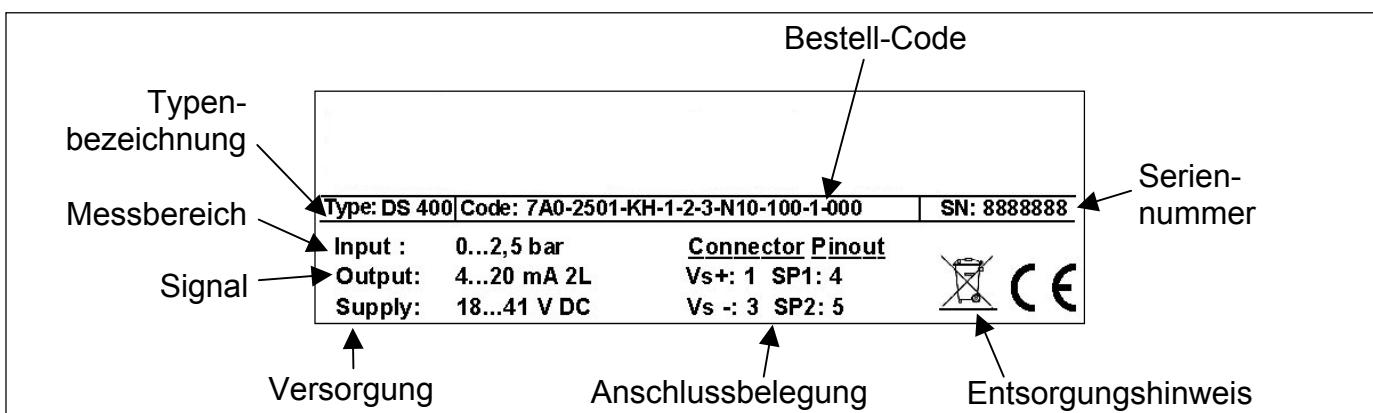

Abb. 1 Typenschild DS 400
- Vergewissern Sie sich, dass Ihr Gerät als Sonderausführung für Sauerstoff-Anwendungen bestellt und entsprechend geliefert wurde. Am einfachsten können Sie dies anhand des Typenschildes überprüfen (vgl. Sie hierzu Abb. 1). Endet Ihr Bestellcode mit den Ziffern "007", ist Ihr Gerät für die Sauerstoff-Anwendungen geeignet.